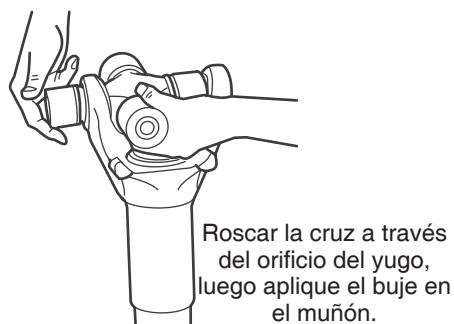

Figura 8.28
3. Posicione el primero buje en el muñón roscando el muñón en cruz a través del orificio del yugo. Figura 8.28.